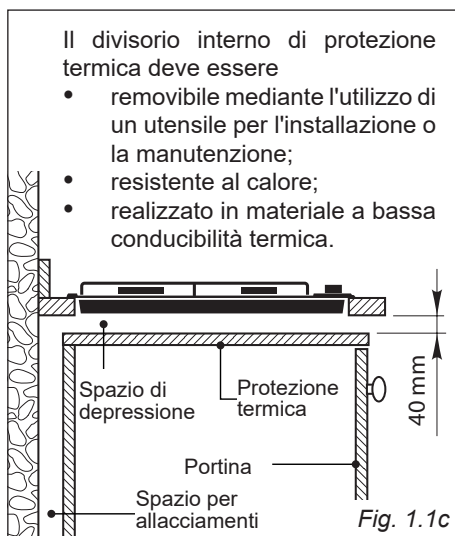

Fig. 1.1c
- Se la base del piano cottura è accessibile attraverso il mobile d'incasso o un cassetto dopo l'installazione, un divisorio interno di protezione termica deve essere installato sotto la base del piano cottura come indicato in fig. 1.1c.